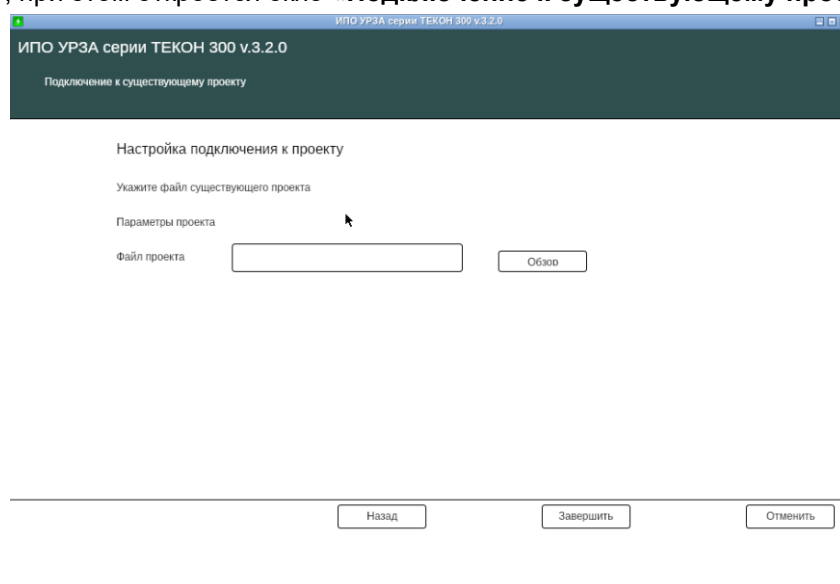

Рисунок 5.3 – Диалоговое окно «Подключение к существующему проекту»
- в окне «**Мастер начала работы**» (см. рисунок 5.3) выбрать действие **Открыть существующий проект**, при этом откроется окно «**Подключение к существующему проекту**»;